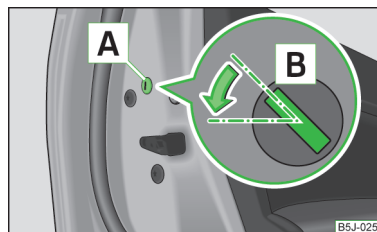

Abb. 12
- Die Blende **A** abbauen » Abb. 12.